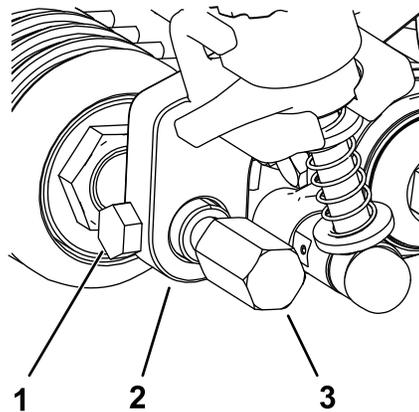

Figure 21
5. Insérez et centrez l'arbre de roulement avant entre les supports de hauteur de coupe, puis fixez-le à l'aide des 2 vis retirées des anciens supports de hauteur de coupe (Figure 21).
6. Fixez les protections de groomer de chaque côté de l'arbre de roulement avant (Figure 21).